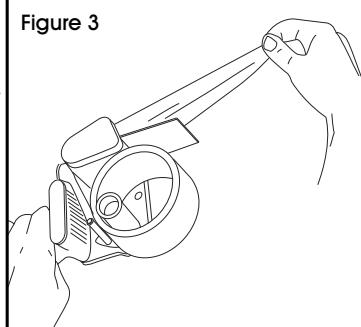

Figure 4
4. Confirm proper tape path. (See Figure 4)
4. Confirmez la trajectoire de ruban appropriée. (Voir Figure 4)